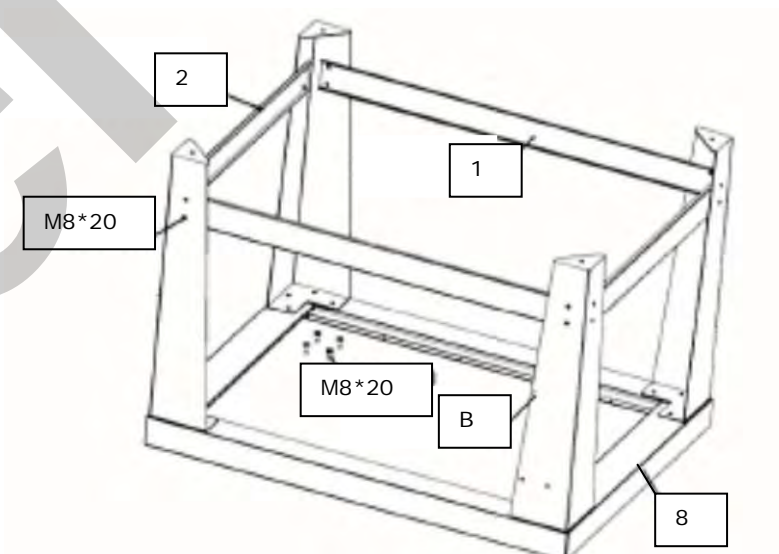

Figura 6 – Collegamento della staffa alle gambe.
- Montare i rinforzi alle gambe (traversi, rif. 1 e 2) utilizzando 4 viti M8\*20 per gamba, come mostrato in figura 6. Prestare attenzione al verso dei pezzi.